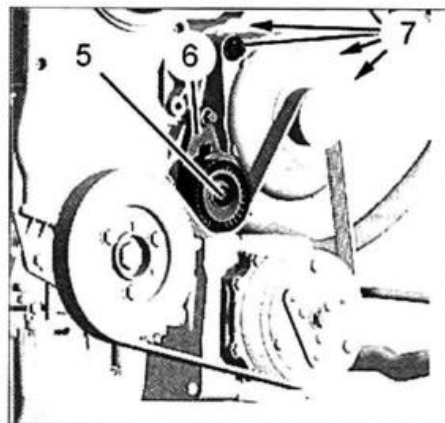

FIG. 12
- Destensar la correa arrastrando el rodillo tensor (6) por el tornillo (5) en sentido antihorario (fig. 12).